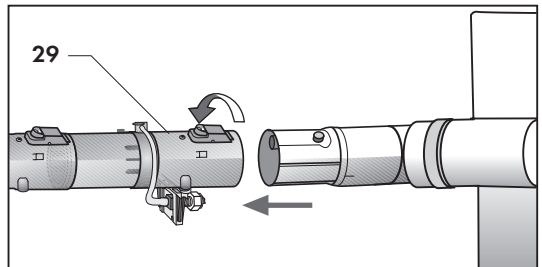

Fig. 14
- insertar el extremo hembra del vaporizado el extremo del cepillo, girando el anillo para bloquear las dos partes (Fig. 14)